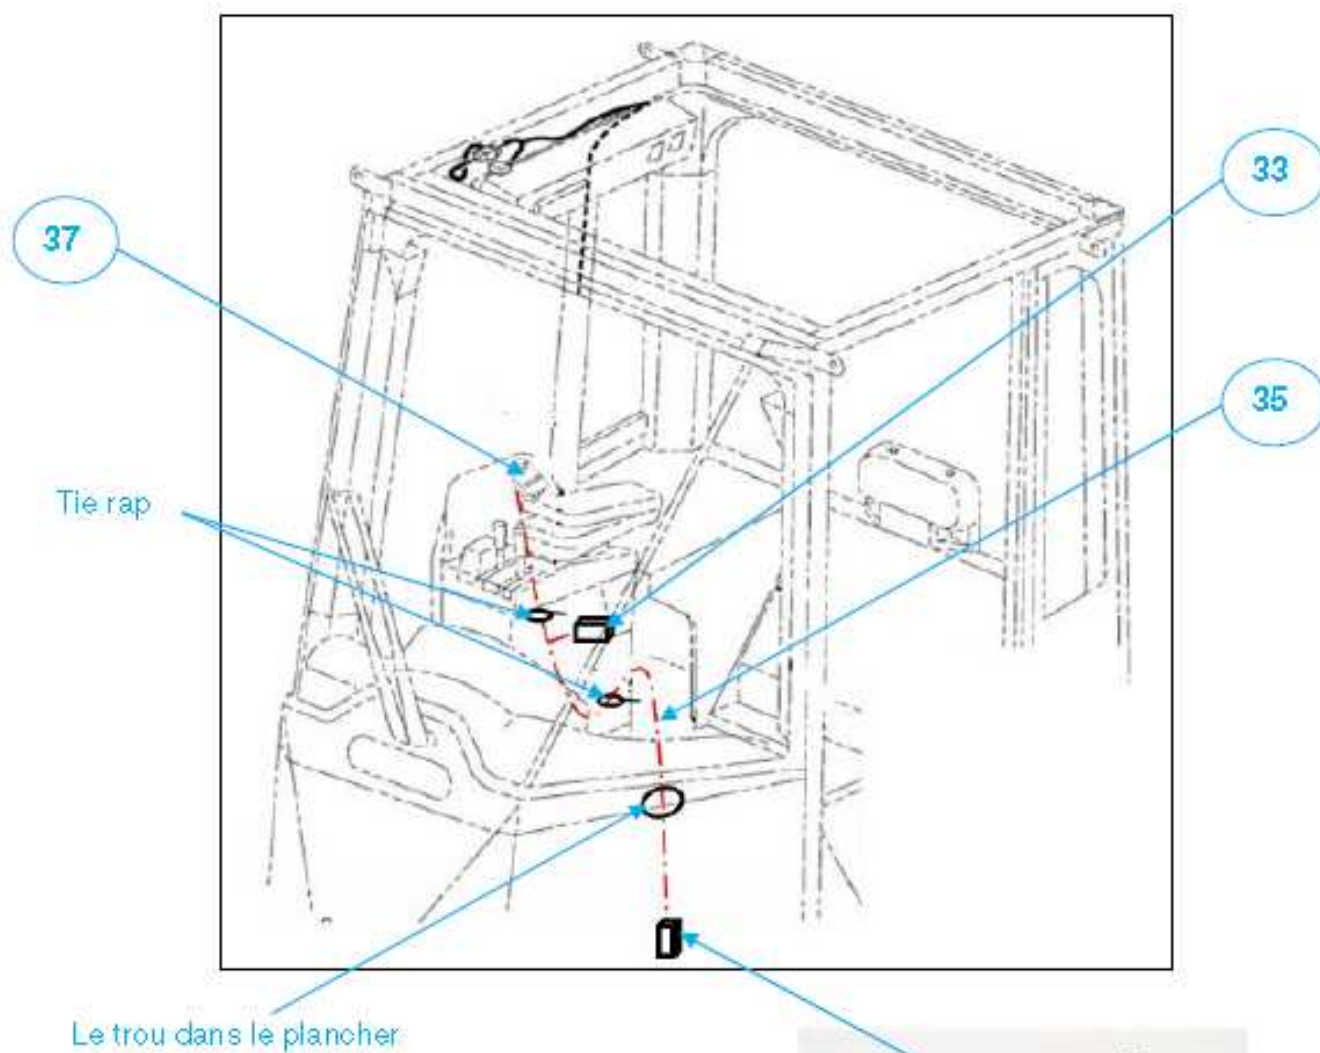

Fig. 16
- 6.2. Brancher les fils électrique selon Fig. 16, 17, 18,19 & 20. Vous remarquez qu'il y a un bout de fil n'a pas de connecteur Deutsch a deux pins (Fil #28), c'est pour faciliter de passer le fil à travers le trou du plancher de la cabine, une fois l'installation est complétée, vous pouvez l'installer.